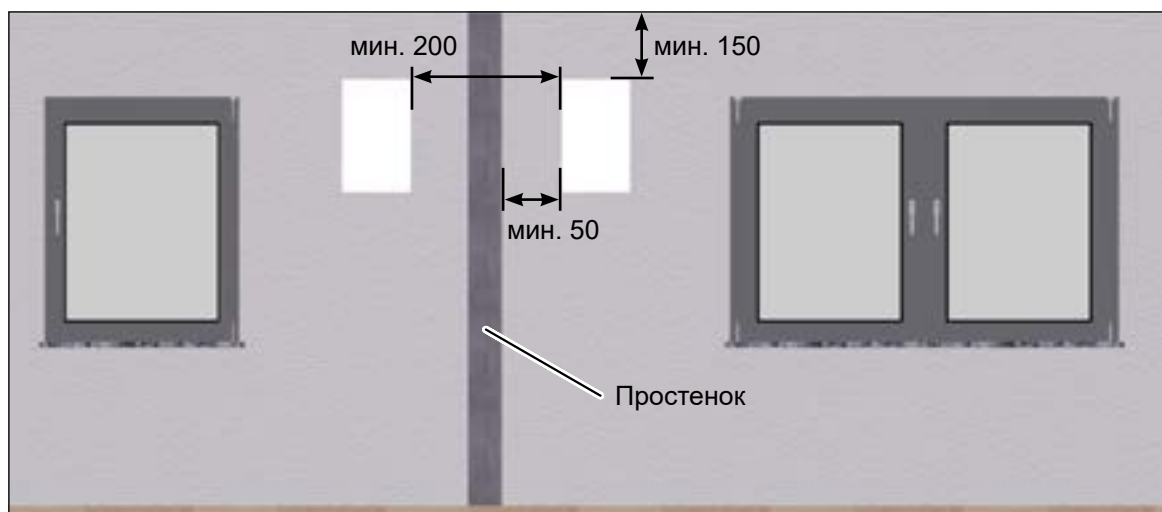

Рис. 8: минимальное боковое расстояние между двумя вентустановками, размеры в мм
- ▶ Соблюдайте минимальные расстояния (см. рис. 8 на стр. 13):